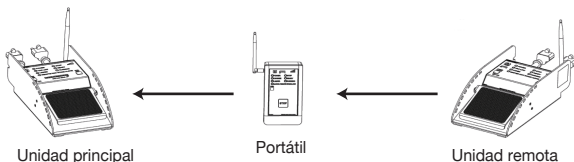

Fig 2
7. Si el indicador de intensidad de la señal de la unidad remota muestra una señal débil o cíclica en la esquina superior derecha, aumente la distancia de la unidad principal hasta que el indicador de intensidad de la señal de la unidad remota sea cíclica. Deje la unidad remota ahí. Conecte la unidad portátil de vuelta a la unidad principal hasta que se adquiera la señal en el indicador de intensidad de la señal de la unidad portátil. La unidad remota debe conectarse mediante la unidad portátil y aumentar la señal del indicador de intensidad de la señal de la unidad remota (Fig. 2).